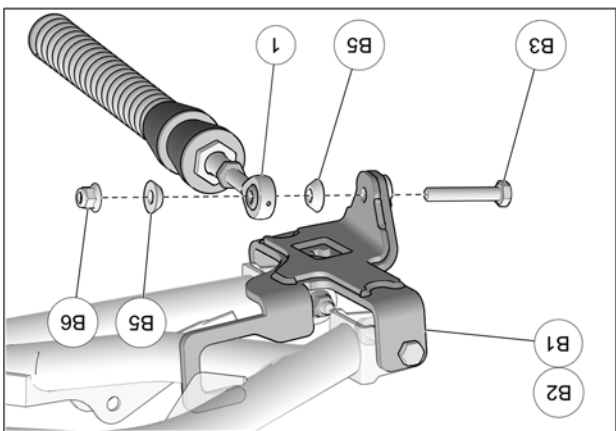

Fig. 10
10. Fixer le bras stabilisateur (1) à l'ancrage de suspension (B1-B2) à l'aide du boulon (B3), des espaces coniques (B5) et de l'écrou autobloquant (B6). Serrer à un couple de  $70\text{ N}\cdot\text{m}$  [ $52\text{ lb}\cdot\text{pi}$ ]. Voir la Fig. 10